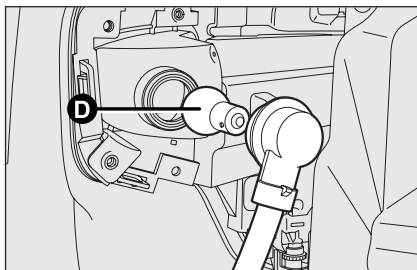

Abb. 22
- ☐ die Lampe **D-Abb. 22** etwas drücken und gegen den Uhrzeigersinn drehen („Bajonettblockierung“), herausziehen und dann austauschen;